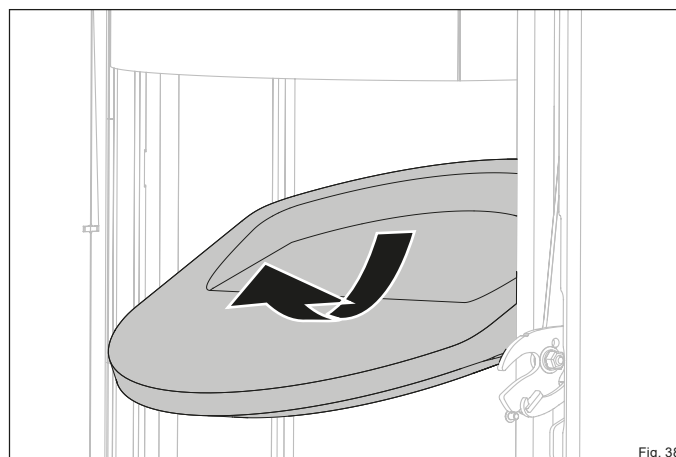

Fig. 38
- Retirez délicatement la pierre thermique supérieur de son support comme indiqué (Fig. 38).